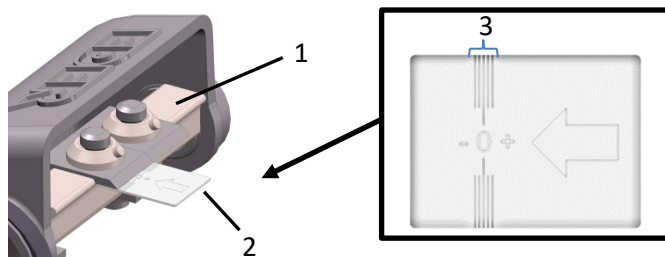

Bild 7: Ställa in kniv
- > Skjut inställningsmallen (2 – bild 7) i pilens riktning under kniven fram till barkningsvalsens (1 – bild 7).
Observera: Knivens barkningskant skall befinna sig i det markerade området (3 – bild 7).